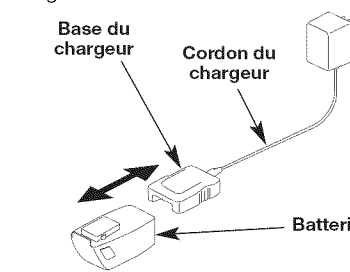

Fig. 1
1. Branchez le cordon d'alimentation du chargeur dans la base (Fig. 1).
3. Faites glisser le chargeur dans la batterie (Fig. 1). Le témoin s'allume ; laissez la batterie se charger jusqu'à ce que le témoin rouge s'éteigne.
4. Débranchez le chargeur. Retirez le chargeur en le faisant glisser (Fig. 1).